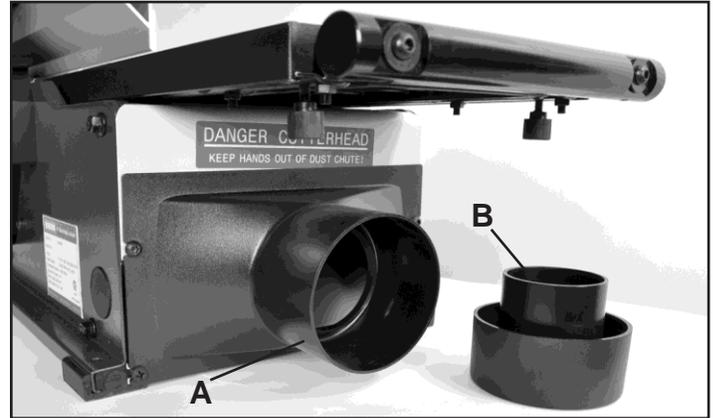

FIG. 9
El puerto de polvo principal (A) se ensambla previamente en la fábrica con un accesorio de diámetro exterior de 4 pulgadas. Además, se proporciona un Adaptador de vacío (B) para reducir a tamaños de manguera de 2-1/2 pulgadas (OD) o 2-1/4 pulgadas (ID). FIG. 9